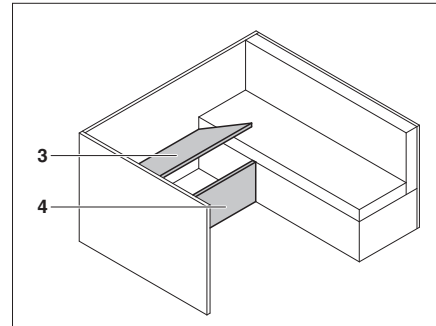

Bild 164 Während des Umbaus
- Unterbau (Bild 164,3) und Trennwand (Bild 164,4) abnehmen.